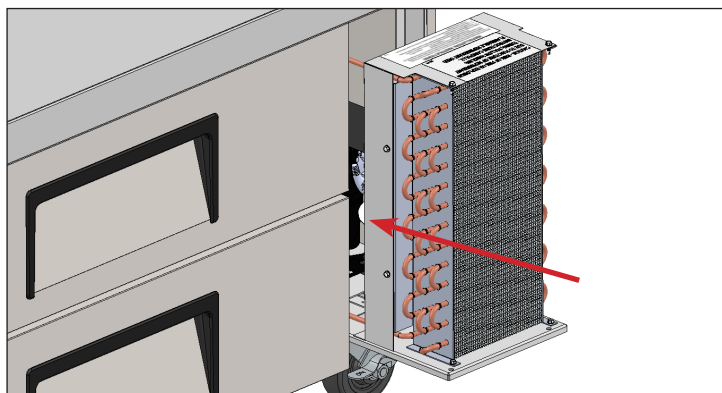

Fig. 6. Deslice cuidadosamente la unidad de condensación a su posición inicial y vuelva a colocar los pernos.
9. Vuelva a instalar los soportes del serpentín (si aplica). Deslice cuidadosamente el conjunto del compresor a su posición y vuelva a colocar los pernos. Véase la fig. 6.